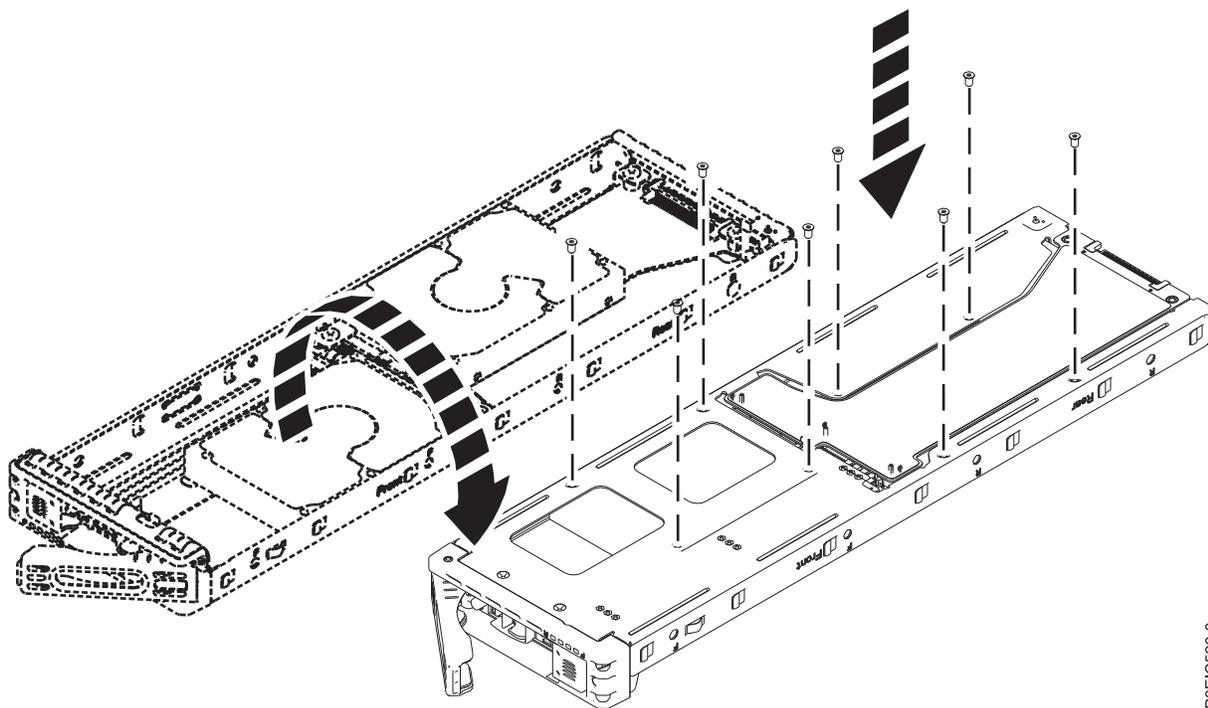

Figura 15. Locais de parafuso para a unidade de 2,5 polegadas
- c. Prenda a unidade na parte inferior da bandeja utilizando quatro parafusos, conforme mostrado na Figura 15.